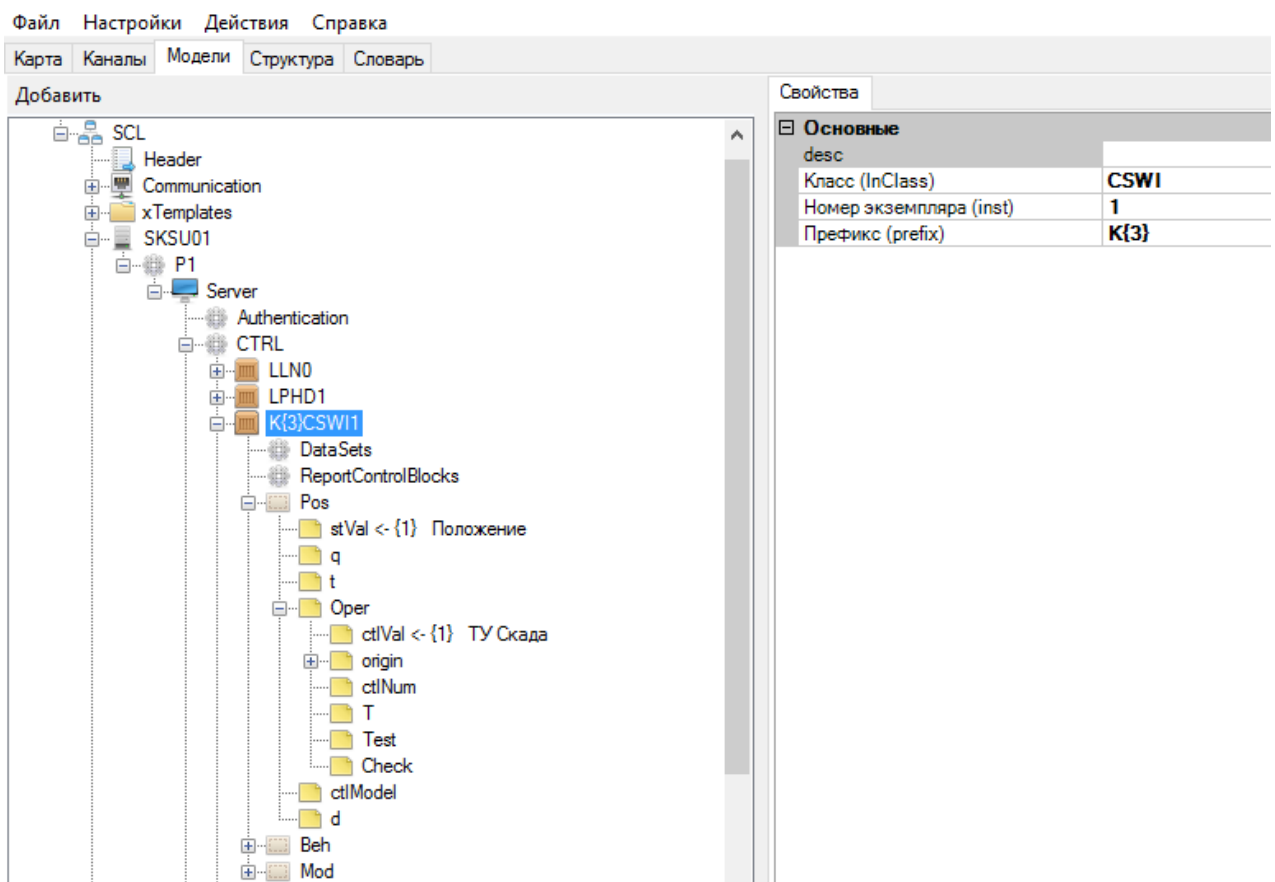

Рисунок 467. Создание шаблона логического узла
- создать логический узел со всей структурой объектов данных и их атрибутов и осуществить привязку переменных (см. Рисунок 467);